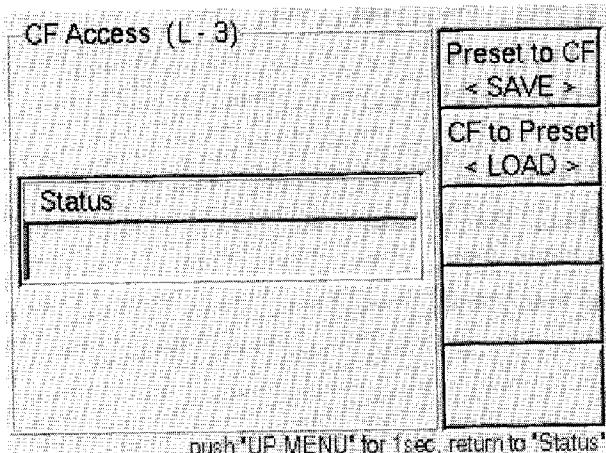
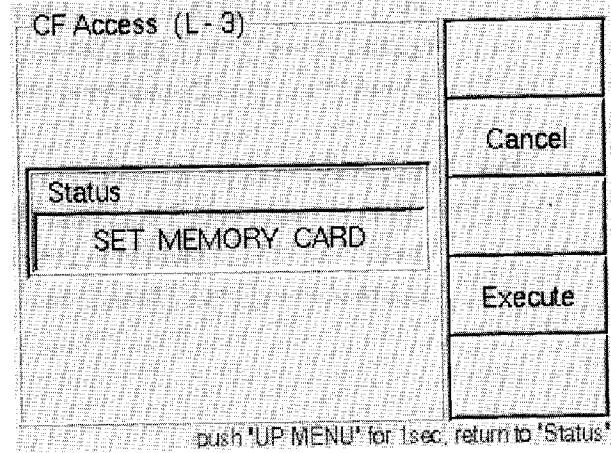
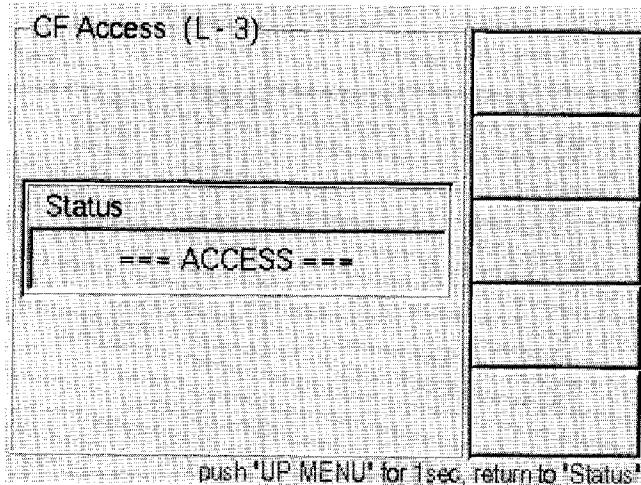

図10-7 CFアクセス(1)
図10-8 CFアクセス(2)
図10-9 CFアクセス(3)
- ③ LG3802の設定を保存する場合はPreset to CF (F1)を、CFカードの設定をLG3802にロードする場合はCF to Preset (F2)を押します。（図10-7参照）
- ④ 図10-8に示す表示に変りますので、実行する場合はExecute (F4)を、キャンセルして戻る場合はCancel (F2)を押します。
- ⑤ 保存の場合は、CFカード内に「LG3802\_PRESET」というフォルダを自動で作成し、このフォルダ内にプリセットデータを書き込みます。ロードの場合は、「LG3802\_PRESET」フォルダの内容を読み込みプリセットに設定します。
- ⑥ アクセス中はコネクタ横のアクセスランプが点灯し、図10-9に示す表示になります。書き込みが終了するとStatus欄にメッセージが表示され、図10-7の表示に戻ります。